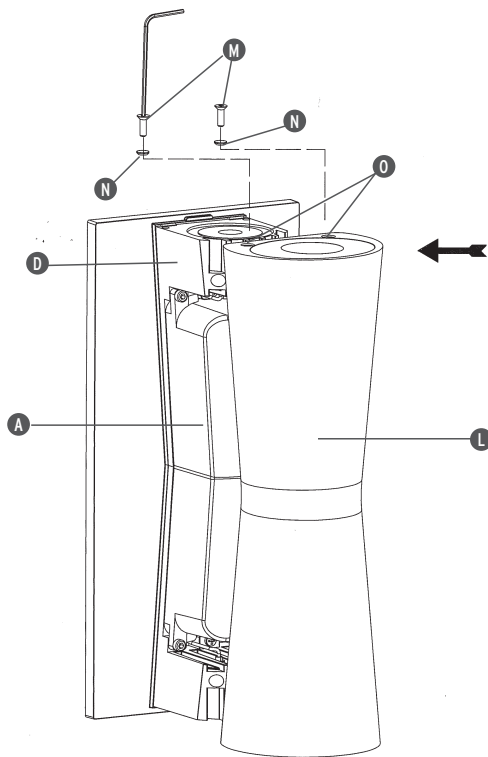

Fig. 5
- <GB> Fig.5 Remount the cover (A); mount the external body (L) onto the internal body (D) with the screws (M) included taking care to put the washers (N) in the correct positions (O).
- <FR> Fig.5 Replacer le couvercle (A); fixer le corps externe (L) sur le corps interne (D) avec les vis fournies (M) en prenant soin de placer correctement les tacs (N) dans leur emplacement (O).
- <ES> Fig.5 Volver a montar la tapa (A); montar el cuerpo externo (L) sobre el cuerpo interno (D) con los tornillos (M) suministrados en dotación, prestando especial atención para colocar correctamente las rondelles (N) en la sede correspondiente (O).
- <J> 図5 カバー (A)を再び組み立てる； ワッシャー (N)が適切な場所 (O)に正確に位置付けられるよう注意しながら付属のネジ(M)で外側のボディ(L)を内側の本体 (D)に組み立てる